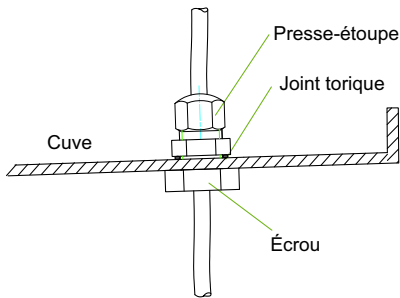

Fig. 1.8:
- 1) Près d'un passage de câbles, percez un trou de \varnothing 16 mm pour un presse-étoupe supplémentaire dans la cuve de condensats et fixez le collier de fixation fourni (voir Fig. 1.8 à la page 3)